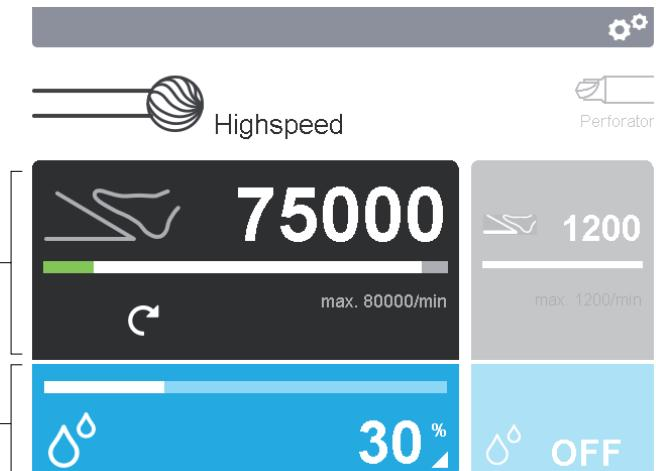

Fig. 5 Activar painéis de comando
- Alterar parâmetros de configuração da unidade de aplicação: Premir painel de comando da unidade de aplicação b no mostrador 2, ver Fig. 5.